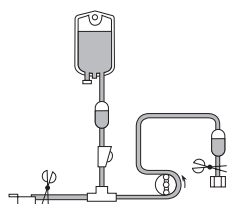

Fig.1/Abb.1/Εικ.1/Рис.1
- Llene la línea de sangre arterial con solución salina, en primer lugar del lado del conector de acceso vascular y luego del lado del conector del dializador. Sujete ambos extremos de la línea arterial con el clamp. (Fig. 1).